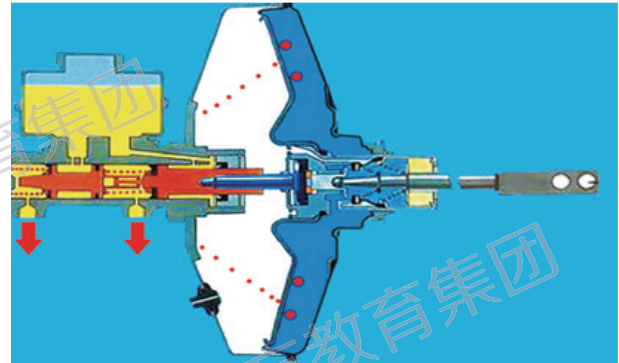

图6 真空助力器工作原理图(未工作时)
3)控制阀推杆5继续推动控制阀柱塞前移,到其上的空气阀座2离开橡胶阀门3一定距离。外界空气充入伺服气室后腔(如图6所示),使其真空度降低。